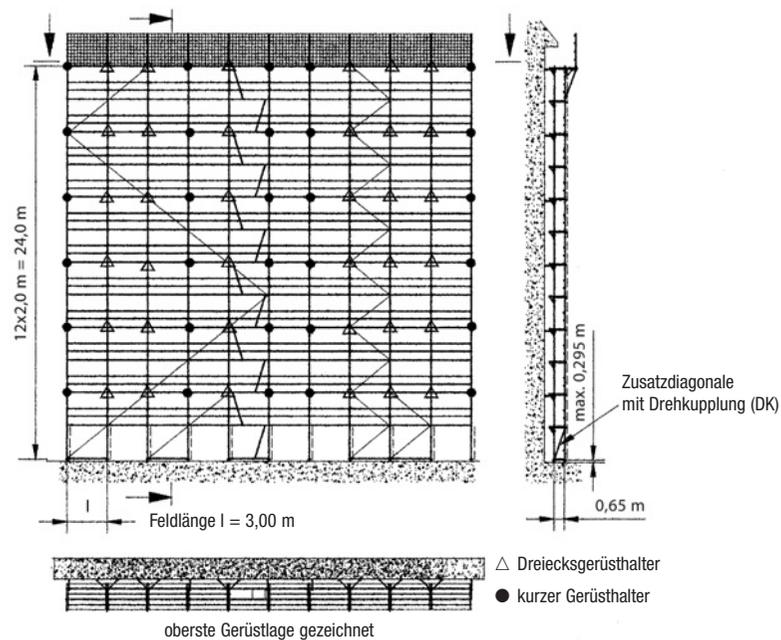

Bild 22
**Hinweis:** weitere Ausführung wie in Bild 22 dargestellt und auf Seite 33 beschrieben (einschließlich Netze)